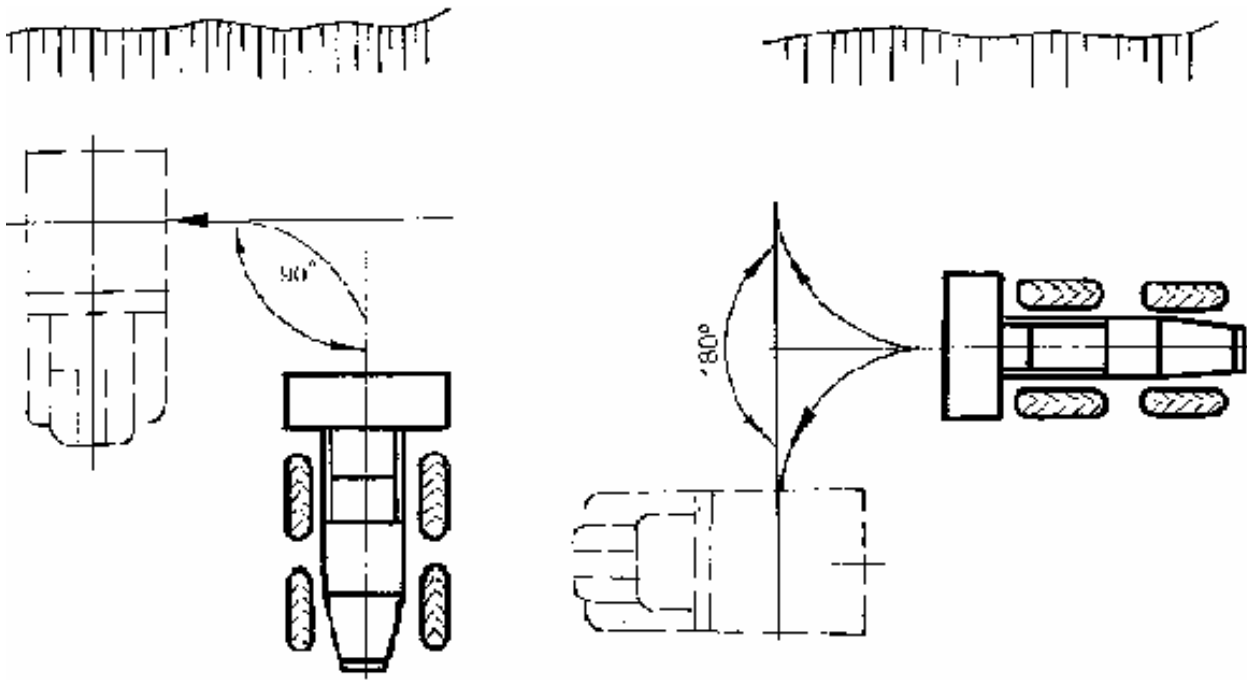

Рис. 12.4 –Схема работы погрузчика с разворотом.
- разворот погрузчика на  $90^{\circ}$  или  $180^{\circ}$  при установке автомобиля - самосвала под углом  $90^{\circ}$  либо параллельно фронту штабеля или массива (Рис. 12.4). Рекомендуется применять эту схему только в условиях стесненной рабочей площадки так как в этих случаях существенно снижается производительность погрузчика.